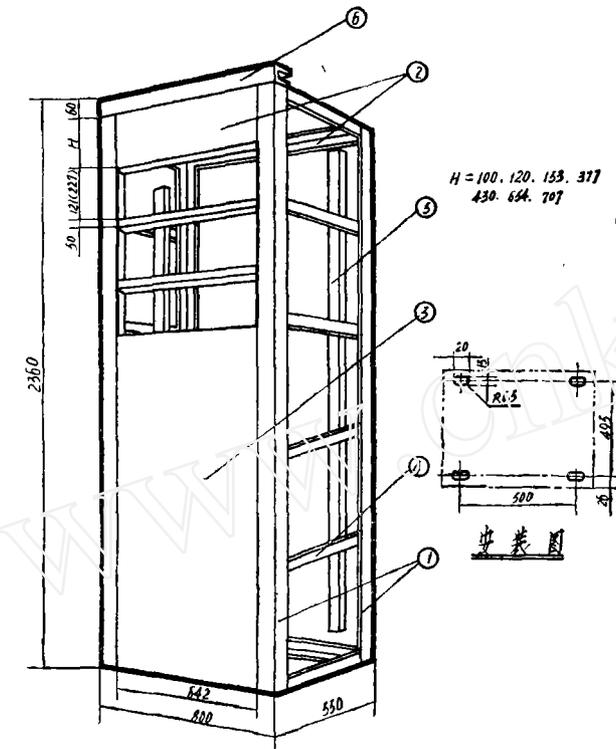

图 1
我国传统的继电保护屏结构如图1所示，它主要由①立柱、②门坎、③门（面板）、④肋条、⑤架板、⑥门楣组成。